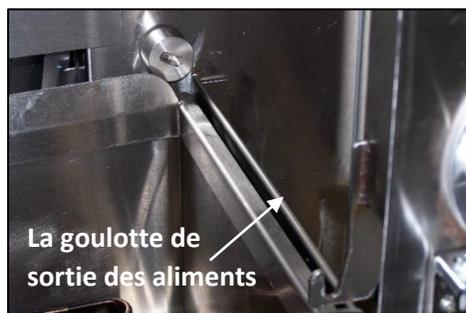

Figure 9
- Faites glisser la goulotte de sortie des aliments, côté bride vers le haut, à travers la découpe sur le côté de l'AutoFry et faites glisser la bride sur le bord de la paroi intérieure. Figure 9.